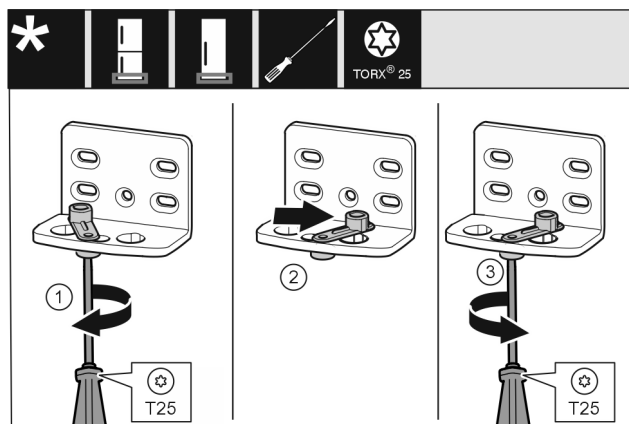

Fig. 23
- ▶ Løsn skruen med skruetrækkeren T25. Fig. 23 (1)
- ▶ Løft dørlukningshjælpen, og drej den 90° mod højre i hullet. Fig. 23 (2)
- ▶ Stram skruen med skruetrækker T25. Fig. 23 (3)